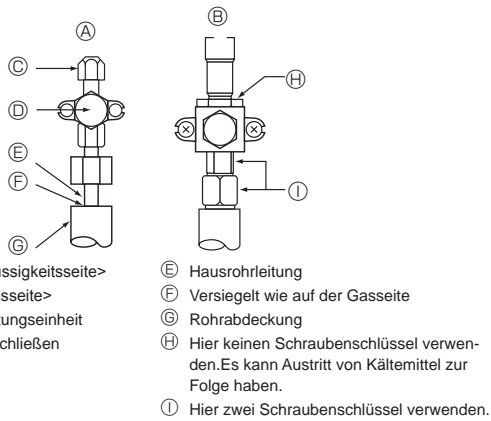

Fig. 4-5
- (C) Füllschlauch
- (D) Ausgang der Wartungseinheit
4.4. Verfahren zum Prüfen der Rohre auf Dichtigkeit (Fig. 4-5)